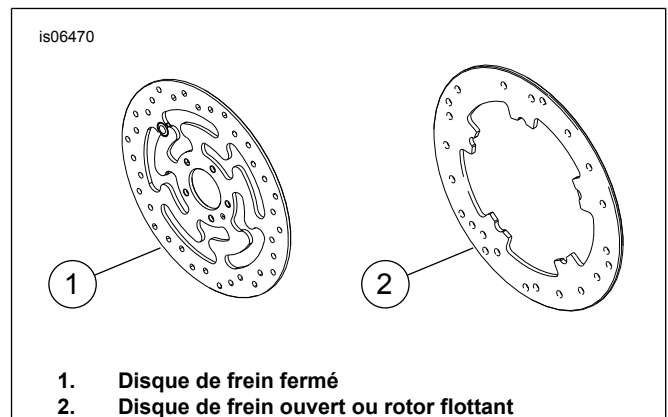

Figure 1. Styles de disque de frein avant
- Vis de disque de frein (Voir la figure 1. et Tableau 1)